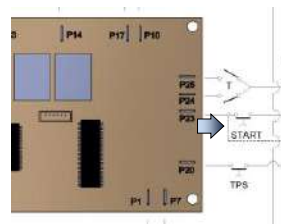

Рис. 18
- ручной режим и кнопка "старт" (Рис. 18).